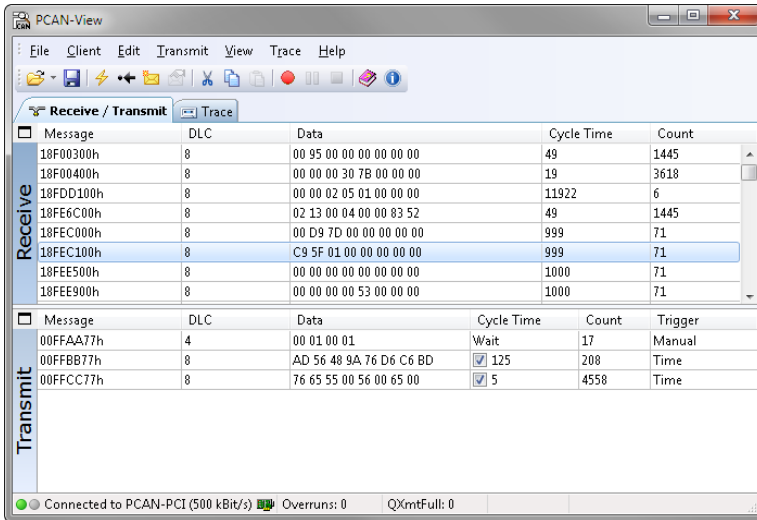

Abbildung 6: Registerkarte Senden/Empfangen
5. Bestätigen Sie abschließend die Angaben im Dialogfenster mit **OK**. Das Hauptfenster von PCAN-View erscheint (siehe Abbildung 6).